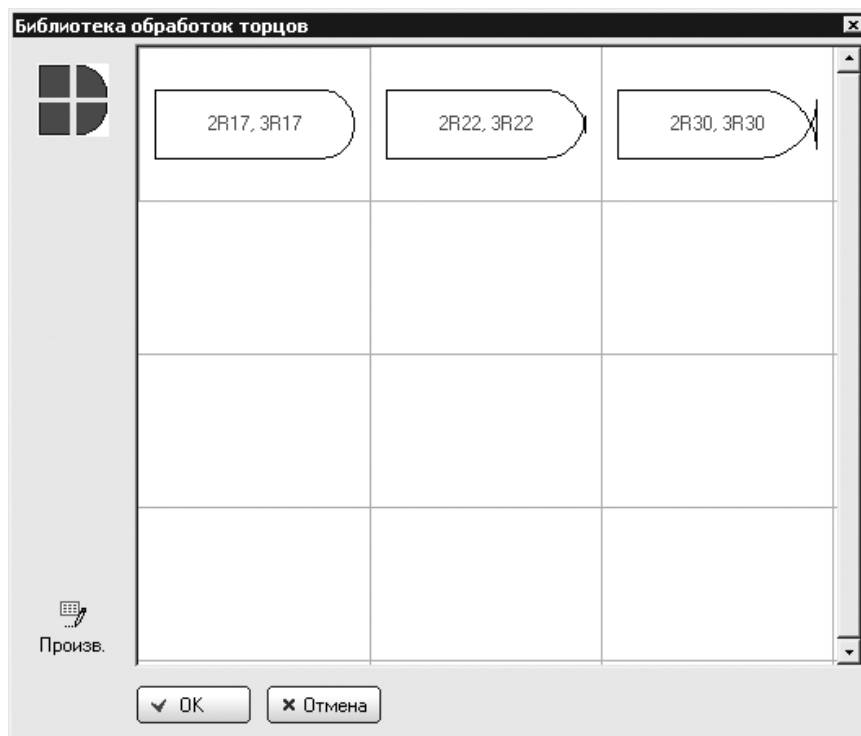

Рис. 8.11
1. Нажать кнопку Библиотека в группе элементов управления Форма — откроется окно Библиотека обработок торцов. Если нажать одну из четырех кнопок в верхней левой части окна, представляющих собой стилизованное изображение углов столешницы, то в правой части окна появятся варианты для выбора формы закругления (рис. 8.11).